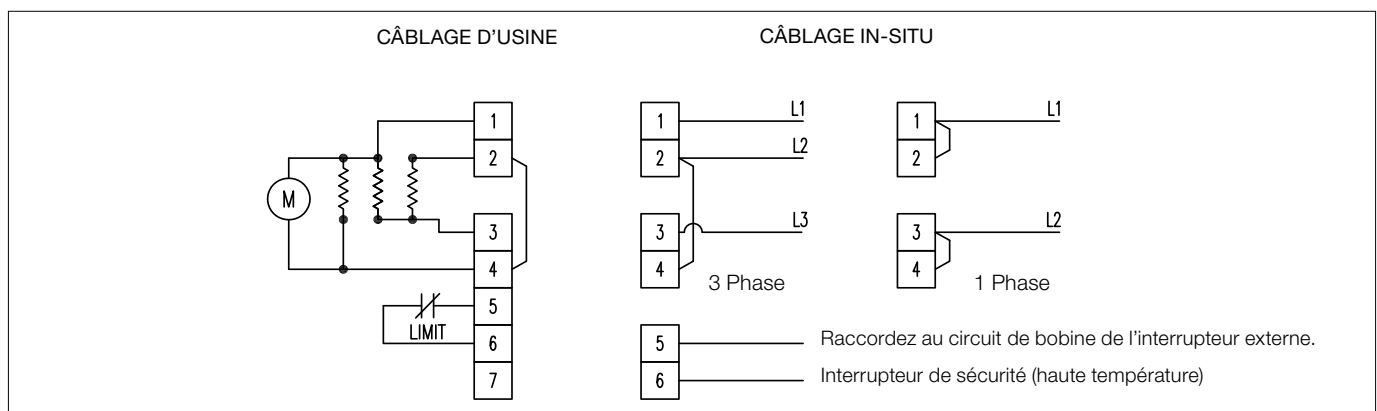

Figure 2A – Série RGE 2 – 10 kW. Schéma de câblage avec option de protection haute température. Modèles de 208 V et 240 V.
Si les schémas de câblage des Figures 2A–2F, page 21 – 23 ne correspondent pas à votre configuration, vérifiez la face interne du panneau d'accès de l'aérotherme pour le schéma de câblage spécifique. Par ailleurs, tous les schémas de câblage peuvent être trouvés sur le site: [www.ruffneck.com](http://www.ruffneck.com)
1. Pour faire fonctionner l'aérotherme, vérifiez que l'alimentation est raccordée comme il faut, selon les spécifications du schéma de câblage (voir Figures 2A–2F, page 21– 23).